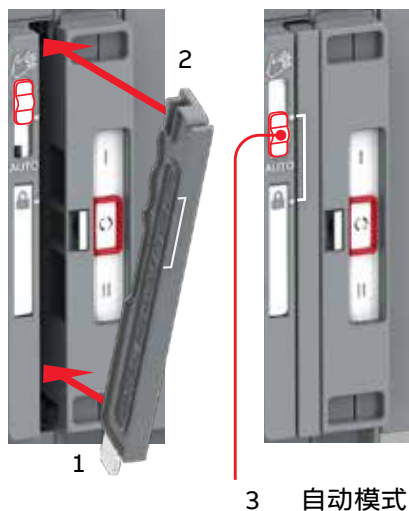

图 3.6 移动至自动模式前，操作手柄必须回到备用槽中
- **锁定位置 = 锁定模式**, 用挂锁将自动转换开关锁定在特定位置, 以防止自动和手动操作。备注! 手柄必须置于备用槽中 (不使用时), 然后滑动开关将自动移动至锁定模式, 此时可用挂锁锁住开关。若要使手柄回到原位, 请参见图 3.6 中的左图。